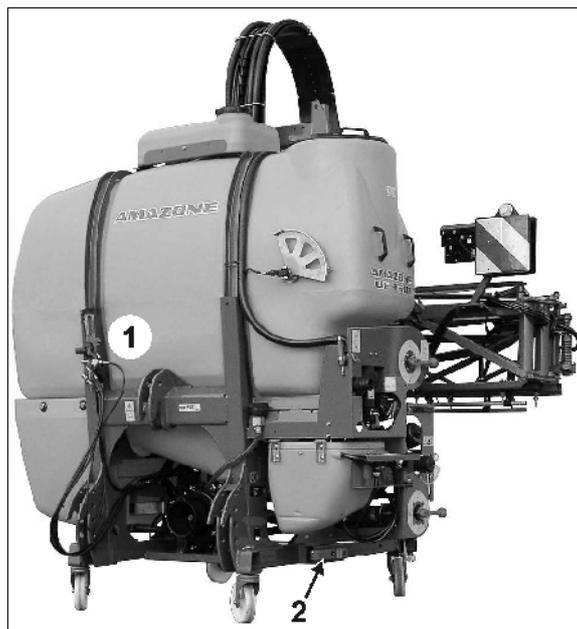

Bild 80
- Placera de avkopplade ledningarna i respektive hållare (Bild 80/1).